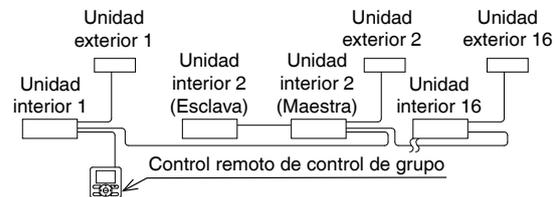

Fig. 31
- Cuando se use como unidad par o unidad maestra para un sistema de operación simultánea, puede llevar a cabo control (de grupo) de arranque/pauro simultáneo de hasta 16 unidades con el control remoto. (Consulte la Fig. 31)
(1) Retire la tapa de la caja de control.
(2) Conecte el cableado cruzado entre las terminales (P1, P2) dentro de la caja de control para el control remoto. (No existe polaridad). (Consulte la Fig. 31)